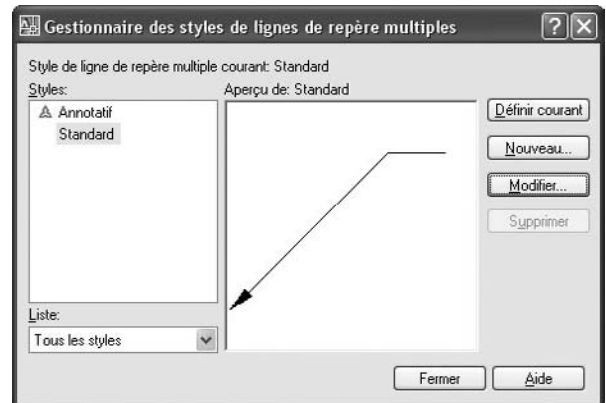

Fig.9.36
- 2 Dans le **Gestionnaire des styles de lignes de repère multiples**, cliquer sur **Nouveau** (New) (fig.9.36).